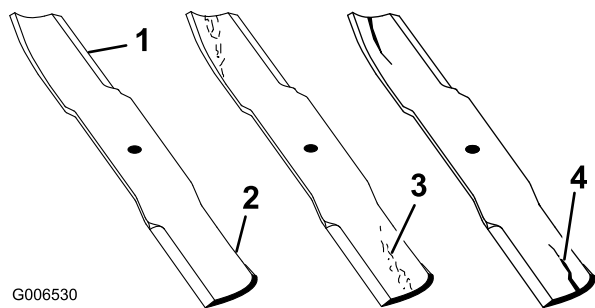

Figure 78
1. Examinez le tranchant des lames (Figure 78). Si les lames coupent mal ou présentent des indentations, déposez-les et aiguisiez-les (voir Aiguisage des lames).
2. Inspectez les lames, surtout la partie incurvée. Remplacez immédiatement toute lame fendue, usée ou qui présente une entaille (Figure 78).